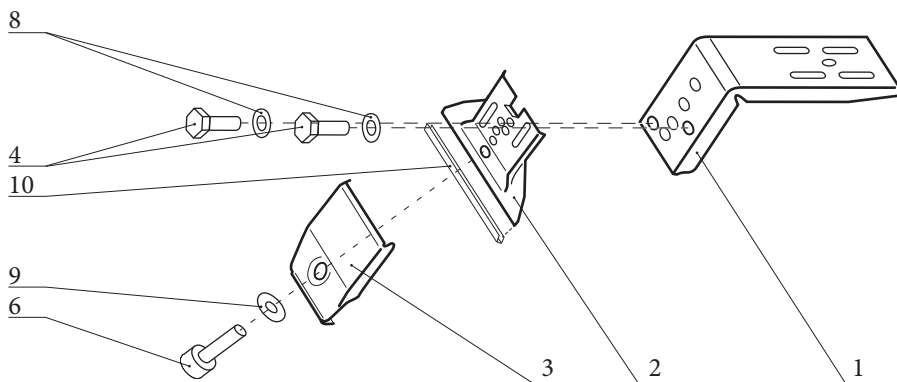

Рис. 1. Сборка опоры
1. Соедините опору (1) и лапку (2) болтом (4) с шайбой (8) и присоедините к ним трубку (3) болтом (6) с шайбой (9) не затягивая - рис. 1.